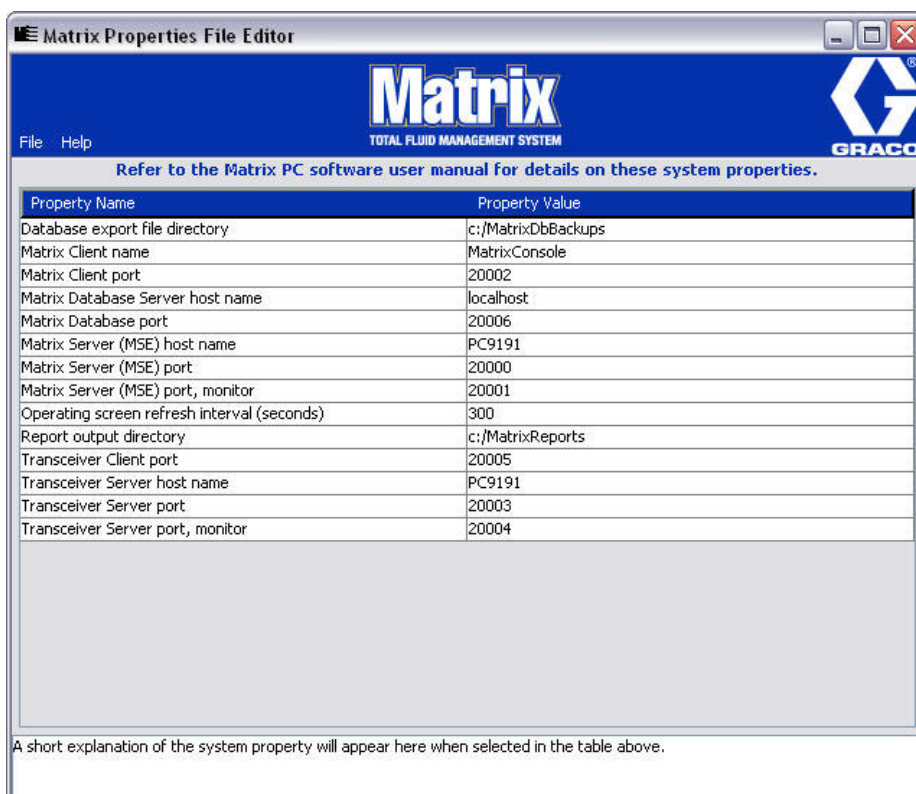

Рис. 12
2. Появится редактор в виде списка свойств системы из двух столбцов. Справа будут названия свойств, а слева – их величины, которые можно изменить (Рис. 12). Чтобы выбрать свойства, щелкните по нему: на нижней панели экрана отобразятся основные сведения об этом свойстве.